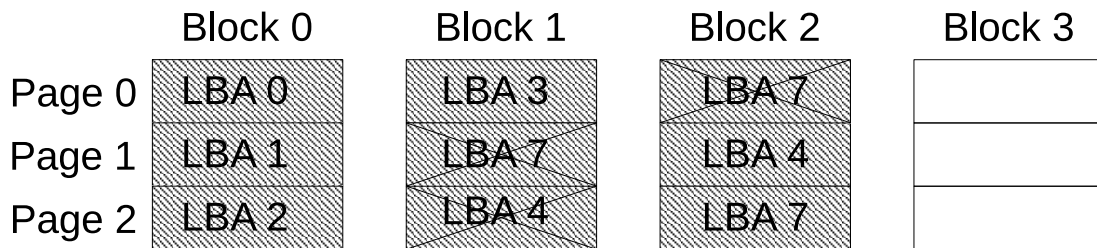

Abbildung 2: Nach Schreibzugriffen auf die LBA 7, 4, 7, 4, 7
- 2 Der Host schreibt nun auf folgende LBA: 7, 4, 7, 4, 7. Das Resultat zeigt Abbildung 2. Der erste und zweite Eintrag von LBA 7 und der erste Eintrag von LBA 4 sind nun veraltet (durchgestrichen), da sie bereits durch neuere Daten ersetzt wurden.